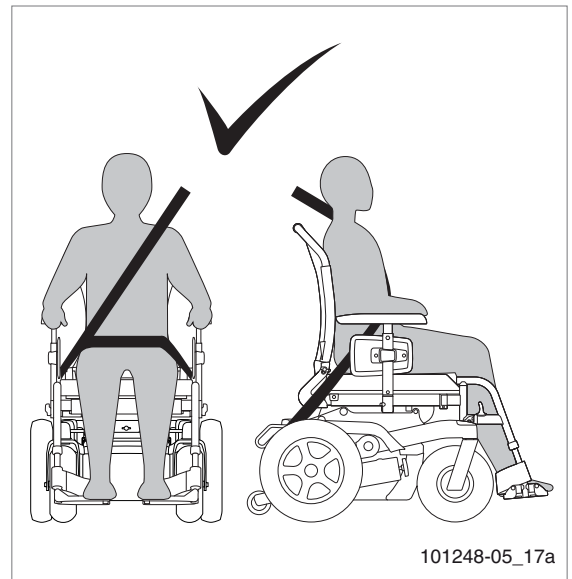

Figure 15
- Positionnez la ceinture sur les hanches aussi serrée que possible avec un angle entre 30° et 75°. L'autre partie de la ceinture est positionnée pour être en travers de la poitrine et de l'épaule (figure 15).